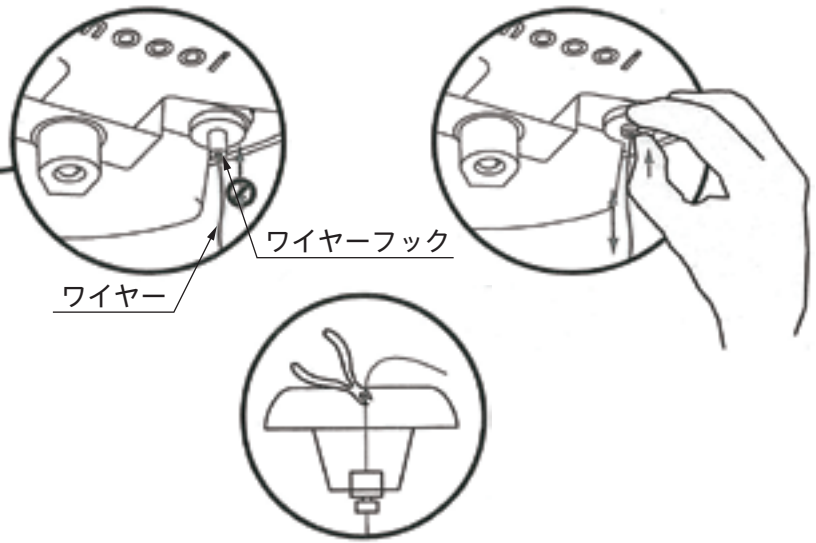

図4
4. カバーキャップ上部から下部を外します。(図4)
6. 電源コード固定ネジをゆるめて電源コードをカバーキャップに通し、電源コードの長さを調整後、結線します。(図4)
7. 天井とカバーキャップ上部の間に取付けプレートを挟みながら、付属のタッピンネジにてカバーキャップ上部を取付けます。(図4)